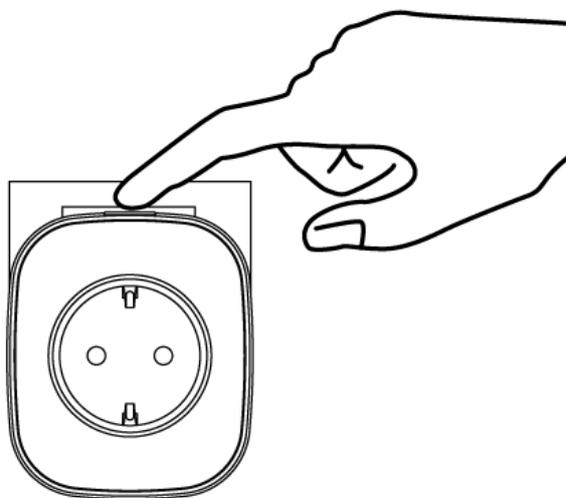

Рисунок 2.2.4.1
- Зажать кнопку розеточного модуля (см. Рисунок 2.2.4.1) на время четыре – пять секунд, пока не начнёт мигать синяя индикация в кнопке.
Тест качества связи запускается посредством долгого нажатия (не менее пяти секунд) на кнопку прибора (см. Рисунок 2.2.4.1), пока не начнёт мигать синяя индикация в кнопке, и последующего отжатия кнопки. В течение трёх секунд повторно кнопку не нажимать. Запуск процедуры может занимать до 2 секунд после отжатия кнопки, при этом прибор осуществляет анализ радиоэфира и регистрацию на оптимальном Радиоконтроллере или ретрансляторе.
- Выключите питание (выньте прибор из розетки) и зажмите кнопку розеточного модуля (см. Рисунок 2.2.4.1) до полной разрядки конденсаторов (5-10 с).